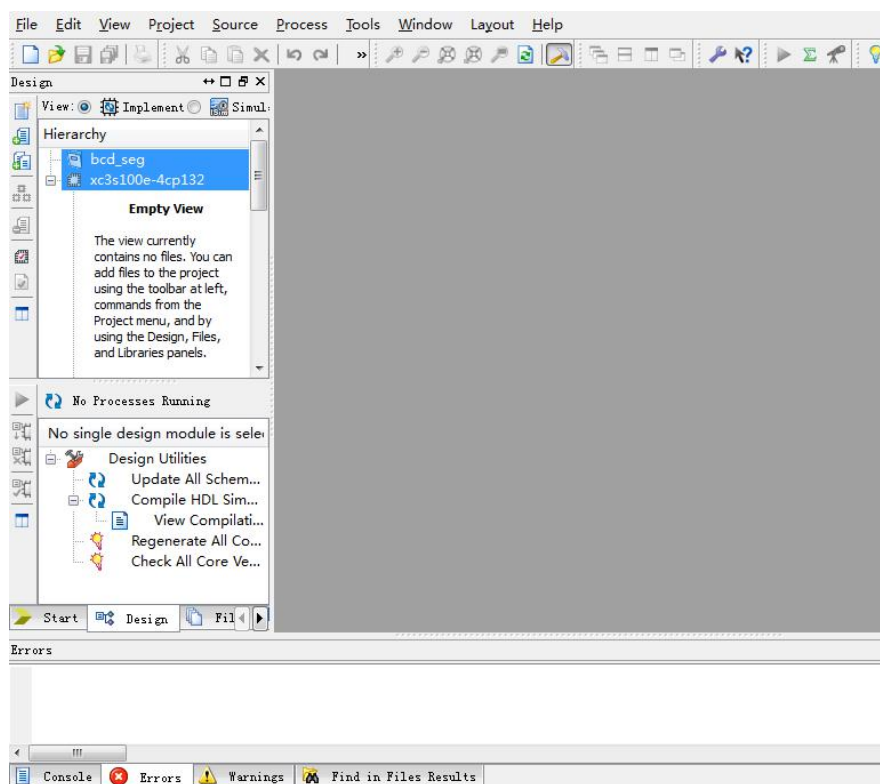

图 1-1
- 1、双击桌面 ISE 图标，启动 ISE 软件如下图 1-1: